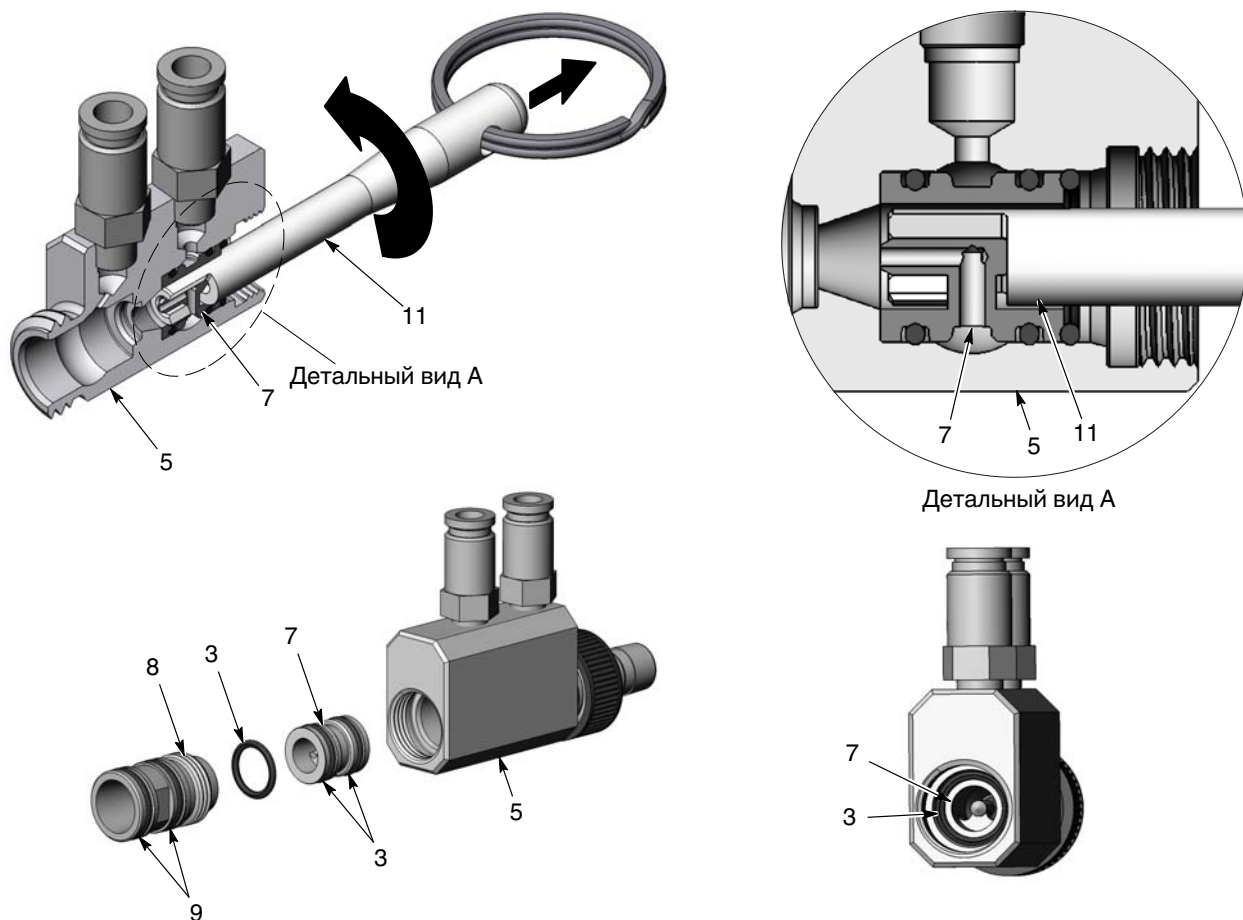

Рис. 4 Снятие и установка инжектора
1. См. рис. 4. При помощи ключа вывернуть переходник инжектора (8) из корпуса насоса (5).
2. Вставив съемник (11) в инжектор (7), поворачивать его по часовой стрелке, пока съемник не захватит крестовину инжектора, как показано на рисунке. Вытягивая и одновременно поворачивая съемник по часовой стрелке, извлечь инжектор из корпуса насоса.
4. Поставить два уплотнительных кольца (3) на инжектор, а затем вставить инжектор в корпус, проверив, чтобы сопло инжектора было обращено в сторону выпускного конца корпуса. Для полной посадки инжектора в отверстие в корпусе насоса можно воспользоваться съемником.
5. Осмотреть снятое уплотнительное кольцо (3) и убедиться в том, что оно не повреждено и не перекручено. Вставить уплотнительное кольцо в корпус насоса, чтобы оно прижалось к инжектору. Для обеспечения правильной посадки можно воспользоваться концом съемника.